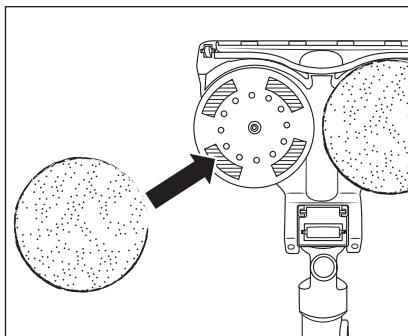

Fig. 17
- ◆ Pour fixer une serpillière ④ sur l'embout serpillière ①, placez-la au centre de l'un des deux plateaux tournants situés sous l'embout serpillière ① (voir fig. 17). Appuyez ensuite sur les bandes auto-agrippantes du plateau tournant.